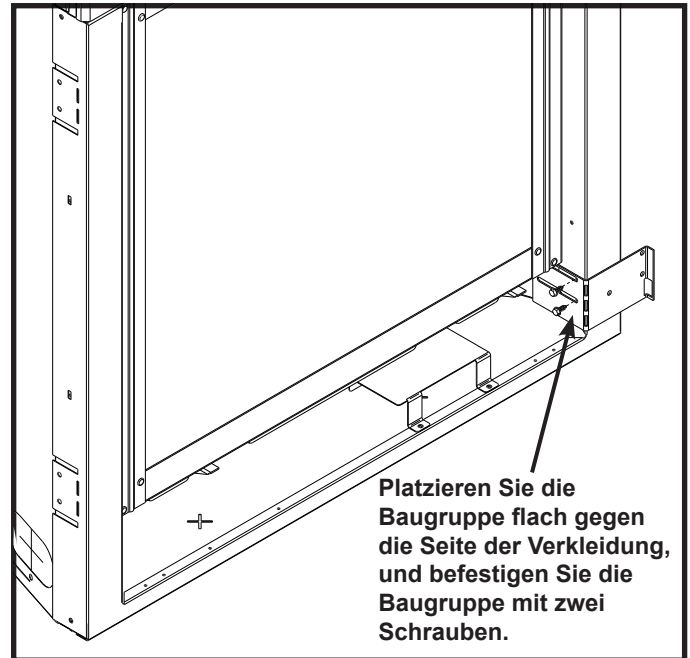

Abbildung 14.12
3. Platzieren und befestigen Sie die Schalterbau gruppe so wie unten gezeigt an der unteren rechten Seite der Verkleidung. Die Baugruppe muss direkt an der Seite der Verkleidung oder des Verkleidungsmateri als platziert werden. Siehe Abbildung 14.12.